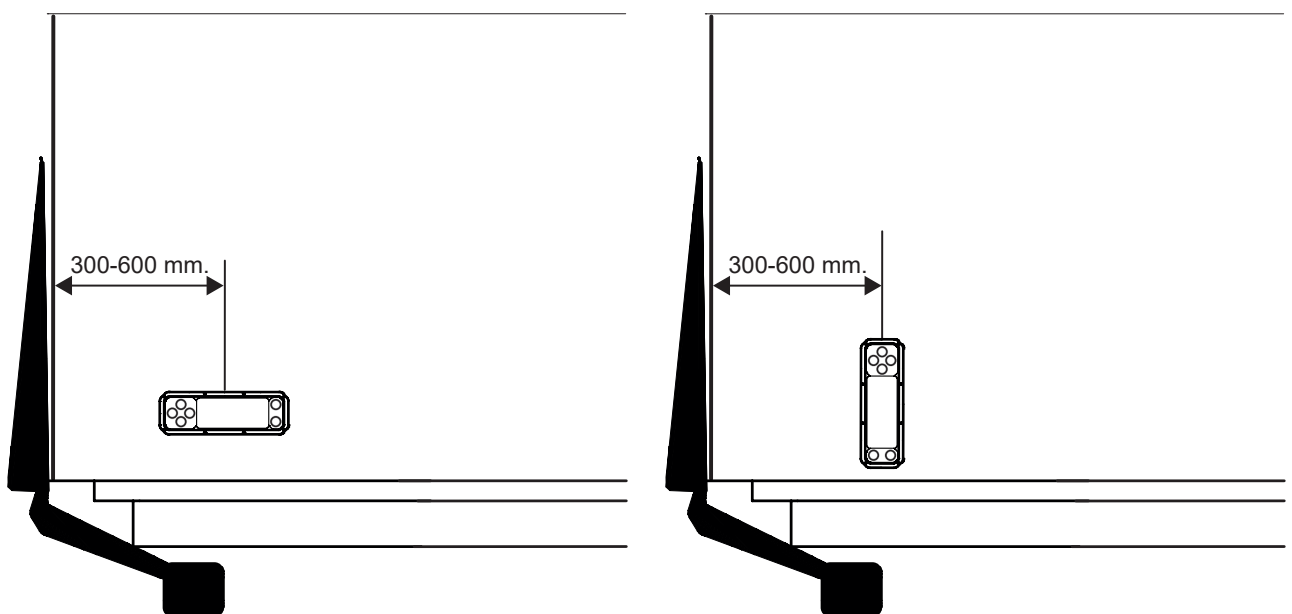

Abbildung 49. Montage der Bedieneinrichtung
5. Ensuite, montez l'actionneur en place sur l'armoire. Voir Abbildung 49